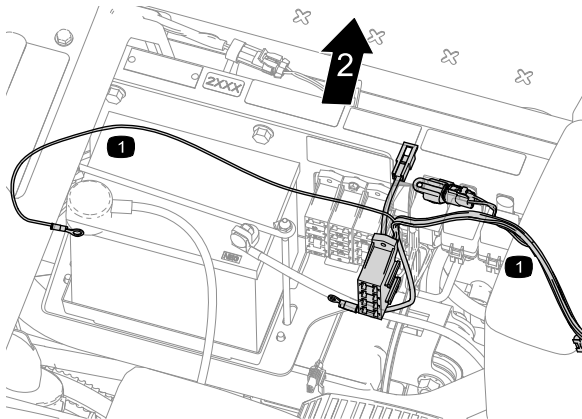

Рисунок 6
1. Проложите жгут проводов под сиденьем (Рисунок 6).